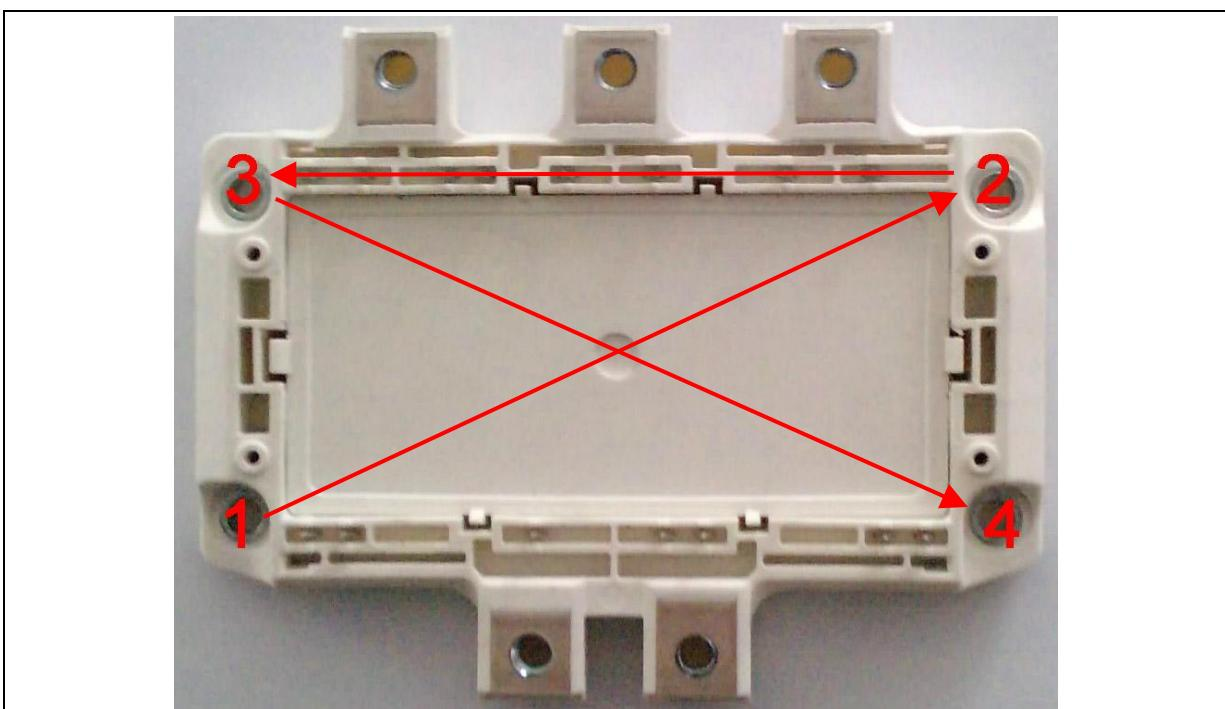

Abbildung 9 Anschaubsequenz zur Modulmontage
2. Schrauben mit 0.5Nm (handfest über Kreuz) in der folgenden Sequenz fixieren (siehe Abbildung 9)